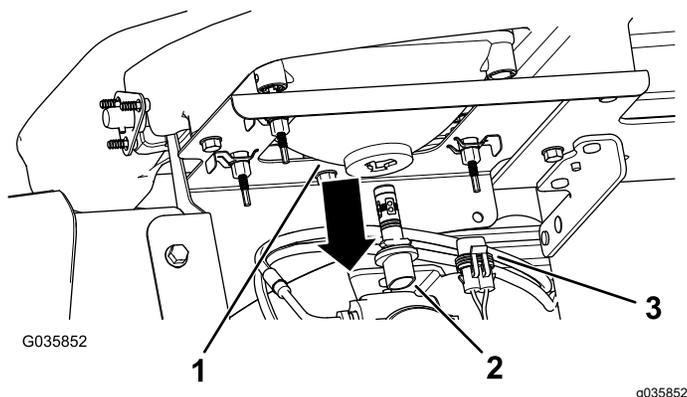

Рисунок 40
3. Отсоедините электрический соединитель жгута проводов от соединителя лампы в сборе в задней части корпуса передней фары (Рисунок 40).
4. Поверните лампу в сборе на $\frac{1}{4}$ оборота против часовой стрелки и одновременно переместите ее назад, чтобы извлечь из корпуса фары (Рисунок 40).
5. Вставьте новую лампу в сборе и корпус фары, совместите выступы в лампе с пазами в корпусе фары (Рисунок 40).
6. Закрепите лампу в сборе, повернув ее на $\frac{1}{4}$ оборота по часовой стрелке (Рисунок 40).
7. Подсоедините электрический соединитель жгута к соединителю нового узла лампы (Рисунок 40).